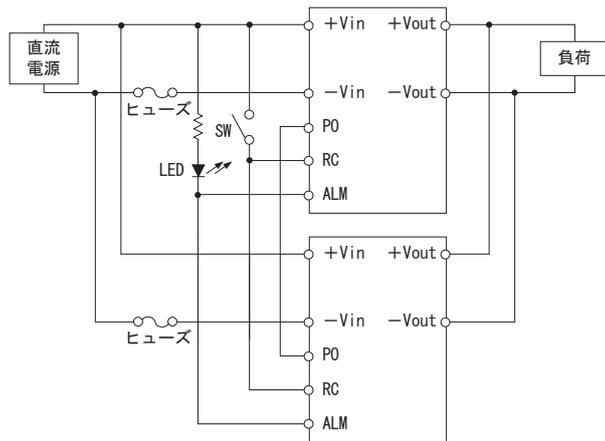

図4.2 並列運転時の接続例
- 並列運転を行う場合、SFS/SFCS同士のP0端子、ALM端子を接続してください。並列運転時の接続方法を図4.2に示します。